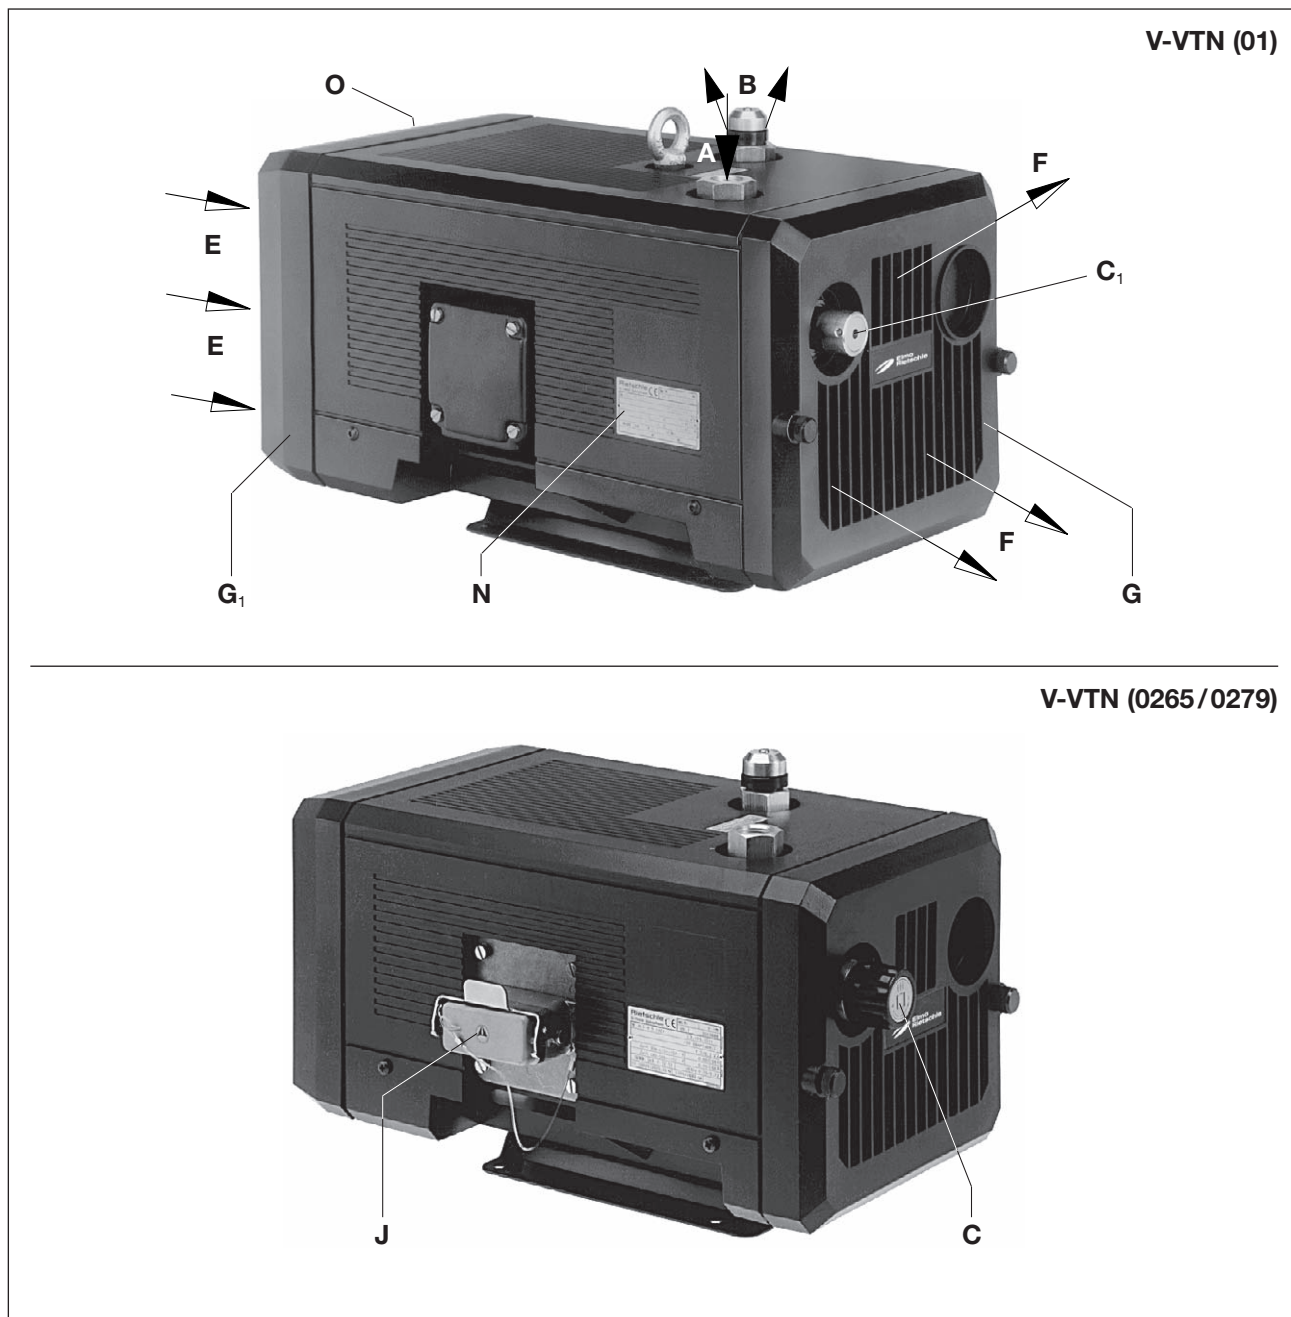
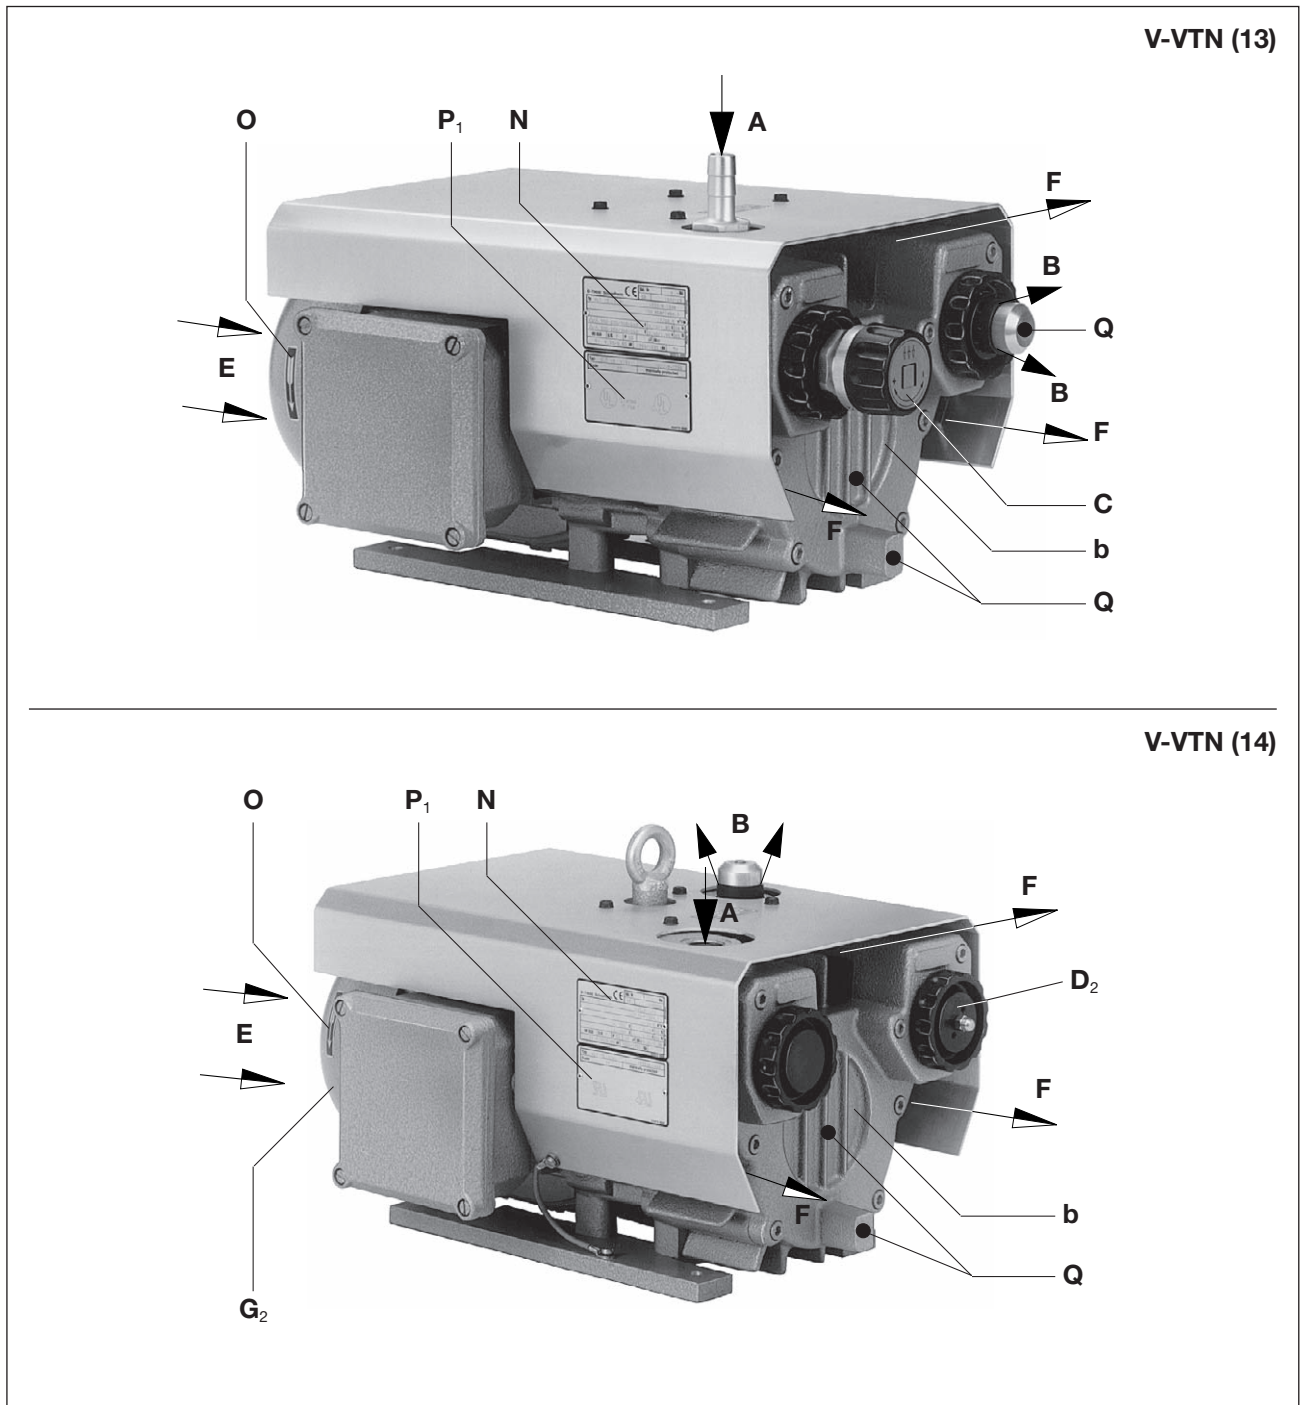

Fig. 2 Vakuumpumpe V-VTN (01) / V-VTN (02)
Fig. 3 Vakuumpumpe V-VTN (13) / V-VTN (14)
V-VTN (13) til (50) er placeret i en metalhætte. Her køles der ned med motorventilatoren. Die V-VTN (14) har på tryksiden en luftventil (Fig. 3/D2).
Die V-VTN (02) og (13) har som standard en vakuum-reguleringsventil (Fig. 2/C), som gør det muligt at indstille vakuummet på en bestemt ønsket værdi, dog med begrænsede øvre værdier.
Til afmontering af udblæsningsgitteret (ill.. 2/G), indsugningsgitteret (fig. 2/G,) og husdækslet (fig. 3/b) skal der være mindst 30 cm plads ved vedligeholdelsesarbejde. Derudover skal man være opmærksom på at køleindtagene (fig. 2/E) og køleudtagene (fig. 2/F) skal have mindst 10 cm afstand til den nærmeste væg (udledt køleluft må ikke suges ind igen).
- a) Vakuumentilslutning ved (fig. 2/A).
Indstillingen af vakuummets sker ved at dreje på reguleringsknappen (fig. 2/C) i overensstemmelse med det symbolskilt, som er anbragt på drejeknappen.
- a) Motorens elektriske data er angivet på typeskiltet (fig. 2/N) eller på motordataskiltet (fig. 3/P₁). Motorerne overholder DIN EN 60034 og er i beskyttelsesklasse IP 55 og isoleringsklasse F. Ledningsdiagrammet sidder i motorens klemkasse (ikke ved versionen med stiktilslutning). Motordataene skal sammenholdes med dataene for den eksisterende netspænding (strømtype, spænding, netfrekvens, tilladt strømværdi).
- b) Tilslut motoren via stikforbindelsen (fig. 2/J) eller motorværnet (af sikkerhedsmæssige årsager skal der anvendes en motorværnskontakt, og tilslutningskablet skal installeres via et kabelarmatur for at opnå trækaflastning). Vi anbefaler at bruge motorværnskontakter med forsinket slukning, afhængigt af risikoen for overstrøm. Der kan forekomme midlertidig overstrøm, hvis maskinen koldstartes.
Når maskinen når driftstemperatur, kan komponenternes overflade (fig. 3/Q) nå en temperatur på over 70°C.
- ▷ Drivakslens tilsigtede drejeretning er kendetegnet af drejeretningspilen (fig. 2/O).